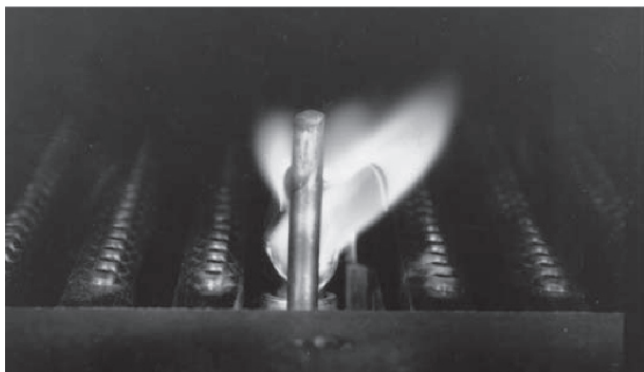

图7-小火方式（标准型）
- A. 燃烧器 - 至少每三个月观察一次主火焰和小火焰。火焰的正常样式见图7、8。通常情况下，掉落的